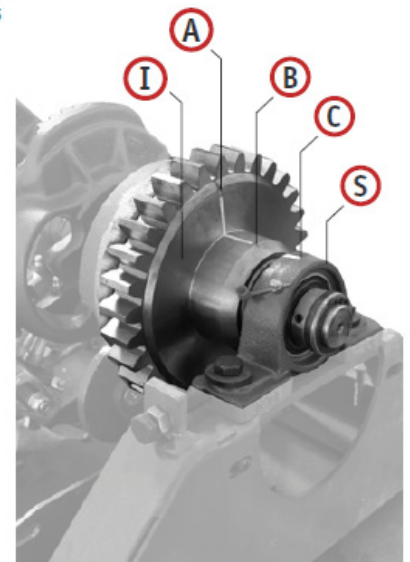

Fig. 13
3. Asegúrese de que las señales (A y B) marcadas en el engrane (I) concuerdan con la marca (C) en el soporte (S);
4. Las marcas (A), (B) y (C) están claramente visibles pero si no concuerdan necesita girar el engrane (I) (Fig. 13) en sentido o en contra de las manecillas del reloj hasta que finalmente concuerden unas con otras.